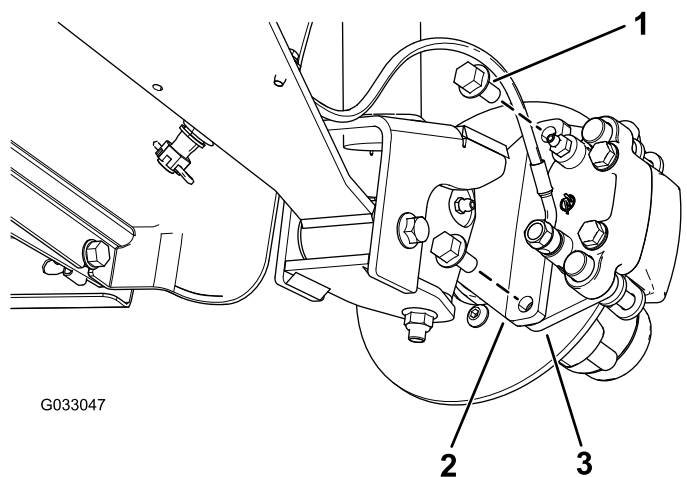
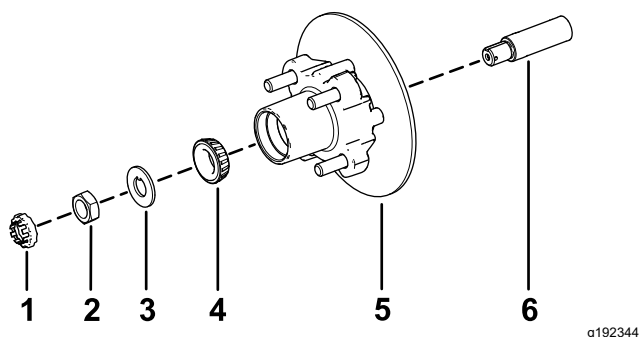

図 31
図 35
3. ブレーキアセンブリ用のブラケットをスピンドルに固定しているフランジヘッドボルト $\frac{3}{8}$ " x  $\frac{3}{4}$ "を外してスピンドルからブレーキを取り外す 図 31。
1. スピンドルに所定のグリスを薄く塗る 図 35。
2. ハブとロータをスピンドルに取り付ける。ロータを内側にあること 図 35。
3. スピンドルに外側ベアリングを取り付けてレースにはめる 図 35。
4. スピンドルにタブワッシャを取り付ける 図 35。
5. スピンドルにスピンドルナットを取り付け、ハブを回してベアリングを着座させながらナットを 15 N·m 1.52 kg.m = 11 ft-lb に締めつける 図 35。
2. ブレーキパッドをロータのそれぞれの側に合わせ 図 31、キャリパブラケットの穴と、スピンドルフレームのブレーキ取り付け部の穴を整列させる 図 35。
3. キャリパブラケットをスピンドルフレームに固定する 図 31 フランジヘッドボルト  $\frac{3}{8}$ " x  $\frac{3}{4}$ " 2本を使用する。